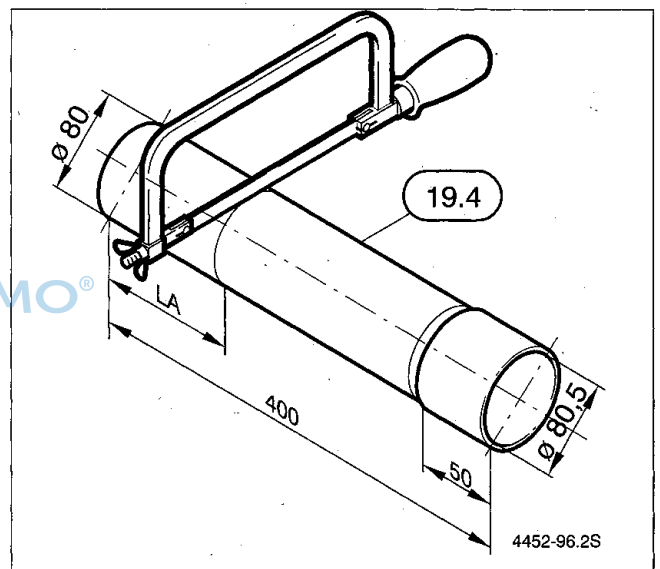

Bild 4
- Ermitteln Sie die Abgasrohrlänge L_A . Längen Sie das Abgasrohr (19.4) rechtwinklig ab und entgraten Sie die Schnittkanten (Bild 4).